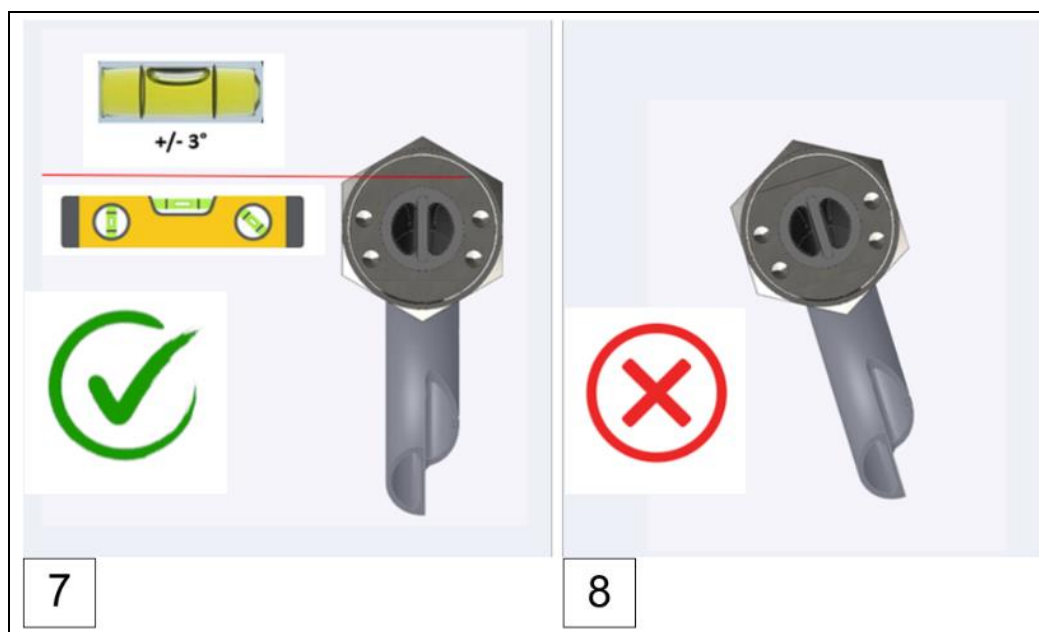

Fig.: 26 : Procedura di montaggio, collegamento a vite della parete del motore VN301^{plus} (passaggi 1 - 8)
- La posizione di aspirazione del collettore deve essere predisposta al di fuori delle zone soggette a schizzi d'olio. (vedere Fig.26)